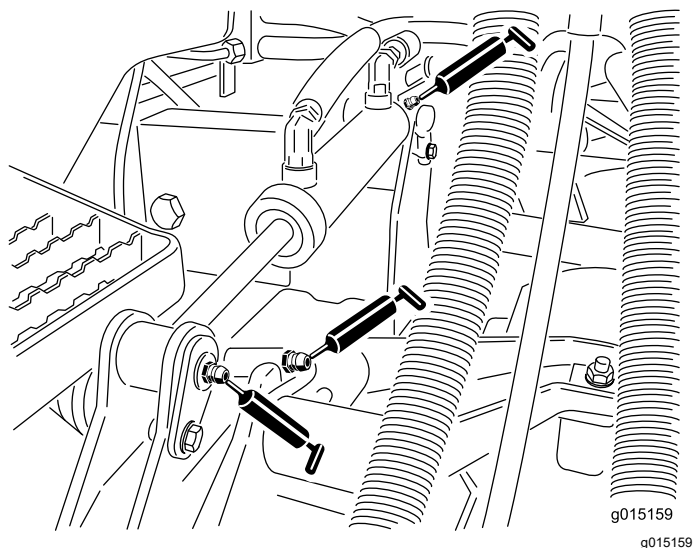

図 51
- 昇降アームのブッシュカuttingユニット 1 台に 1 ヶ所 図 51
- 昇降シリンダのブッシュカuttingユニット 1 台に 2 ヶ所 図 51